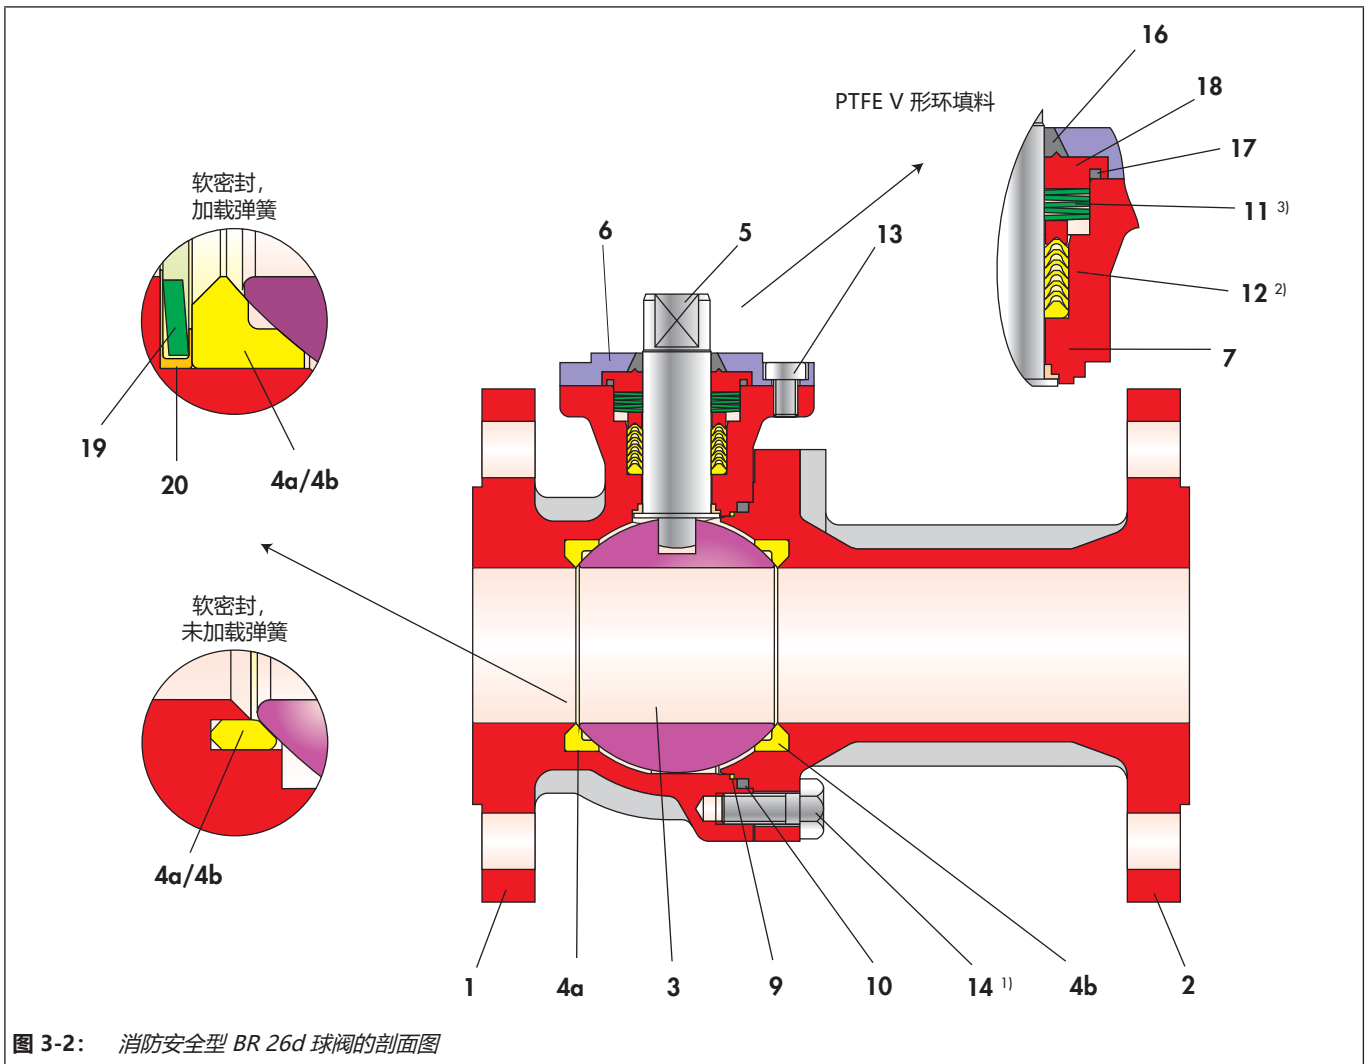

图 3-2: 消防安全型 BR 26d 球阀的剖面图
- ⇒ 以轻微旋转运动推动 V 形环填料 (12) 经过预组装控制轴 (5)，并将其插入主阀体 (1) 的填料空间。有关 V 形套筒的排布和数量，请参见图 3-2 和表 3-5。
- ⇒ 将盘簧组 (11) 放在填料 (12) 上。有关盘簧的排布和数量，请参见图 3-2 以及表 3-5 和表 3-6。
- ⇒ 将碳石墨环 (17) 按入衬套 (18)。
- ⇒ 推动带有碳石墨环 (17) 的衬套 (18) 经过控制轴 (5)，使其停靠在盘簧 (11) 上。
- ⇒ 小心向上推动石墨环 (16) 经过控制轴 (5)，直抵衬套 (18)。
- ⇒ 将填料箱法兰 (6) 穿过控制轴 (5) 放到主阀体 (1) 上。
- ⇒ 轻轻润滑螺钉 (13)。
- ⇒ 用螺钉 (13) 均匀调整填料箱法兰 (6) 并以交叉方式拧紧。